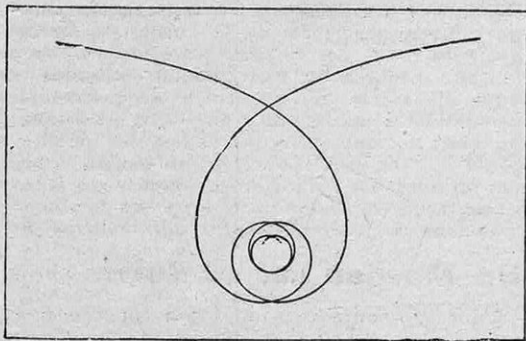
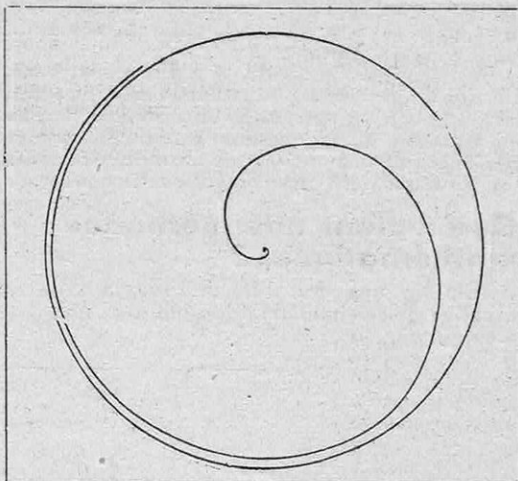

FIG. 6. — LA SPIRALE HYPERBOLIQUE
FIG. 7. — LA COURBE DU SPIRAL
Si nous prenons maintenant le système des coordonnées polaires (2), nous pourrions faire les mêmes remarques. On est tenté, étant donné les notations mêmes, de considérer comme courbes simples les spirales telles que la spirale hyperbolique (fig. 6) et l'on sait étudiant sans difficulté une courbe telle que celle de la figure 7 qui a, tout au moins à vue d'œil, la forme d'un ressort de montre enroulé dans sa